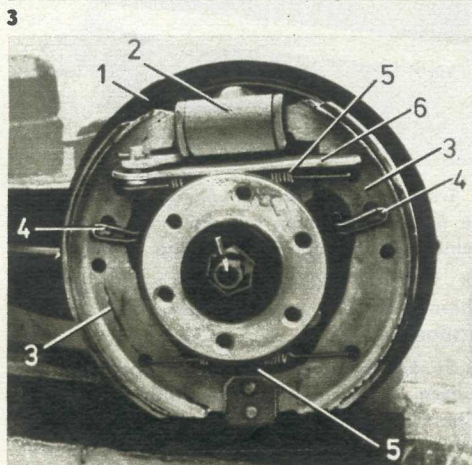

Bild 3 Hinterradbremse – Bremstrommel abgebaut
Die Hinterradbremse ist eine Simplex-Trommelbremse (Bild 3). In dem am Bremsschild (1) angebauten Radbremszylinder (2) sind zwei Kolben eingebaut, die die Bremsbacken betätigen. (3), Zug- und Druckfedern (4/5) sind die gleichen wie in der Vorderradbremse. Die Radbremszylinder der Vorder- und Hinterradbremmen haben Einrichtungen zur selbständigen Nachstellung der Bremsbacken.